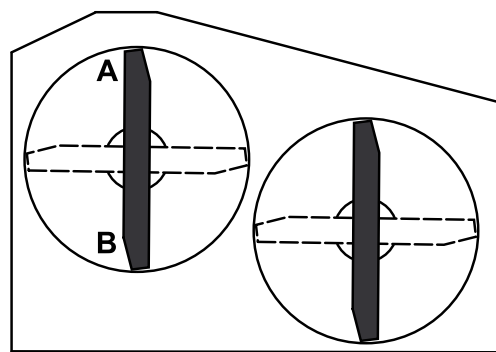

Figura 58
- Coloque una cuchilla en posición longitudinal. Mida en las posiciones **A** y **B** desde una superficie nivelada hasta el filo de corte de los extremos de la cuchilla (Figura 58).